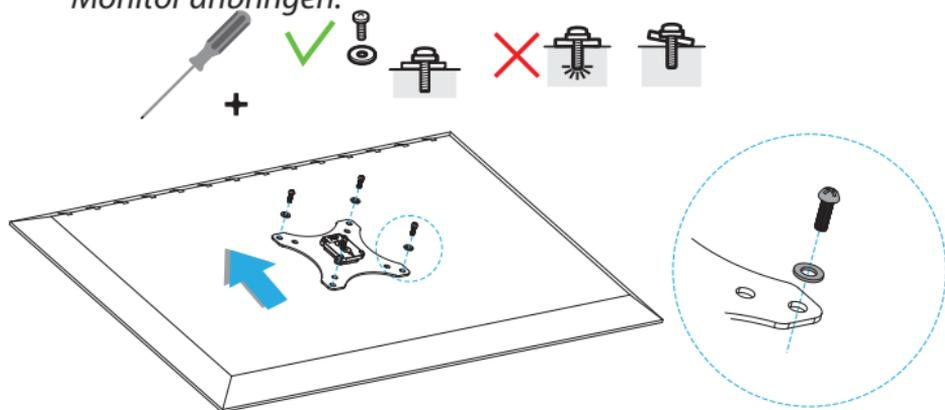

Abbildung 14
3. Führen Sie die entsprechenden **M-Typ Schrauben** (x 4) durch die **Unterlegscheiben** (x 4) und die **VESA-Monitorhalterung** in die Rückseite des **Monitors** ein. (Abbildung 14)
3. Setzen Sie die passenden **M-Typ-Schrauben** (x 4) durch die **Unterlegscheiben** (x 4), die VESA-Monitorhalterung und die **Abstandshalter** (x 4) in die **Monitorrückseite** ein. (Abbildung 14)